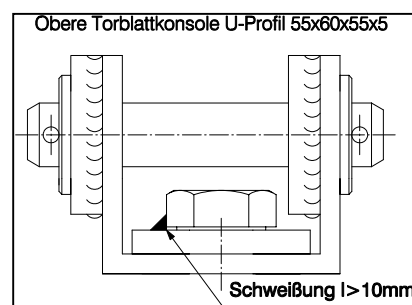

Abb.12
- Um zu gewährleisten, dass das Tor genau Lotrecht vor der Öffnung steht, das Tor freihängend anheben (ca. 10 cm) und nach dem Auspendeln wieder langsam absetzen. Dabei auch die lotrechte Ausrichtung der Seiten des freihängenden Tores kontrollieren und ggf. durch Verstellung der Torblattkonsole (10) einstellen (wichtig für einen klemmfreien Lauf in der Führungsschiene), Abb.10. Anschließend die seitliche Überlappung des Tores kontrollieren, die Sechskantschrauben M16x60 (50) fest anziehen und mittels Schweißpunkt sichern, Abb.12.